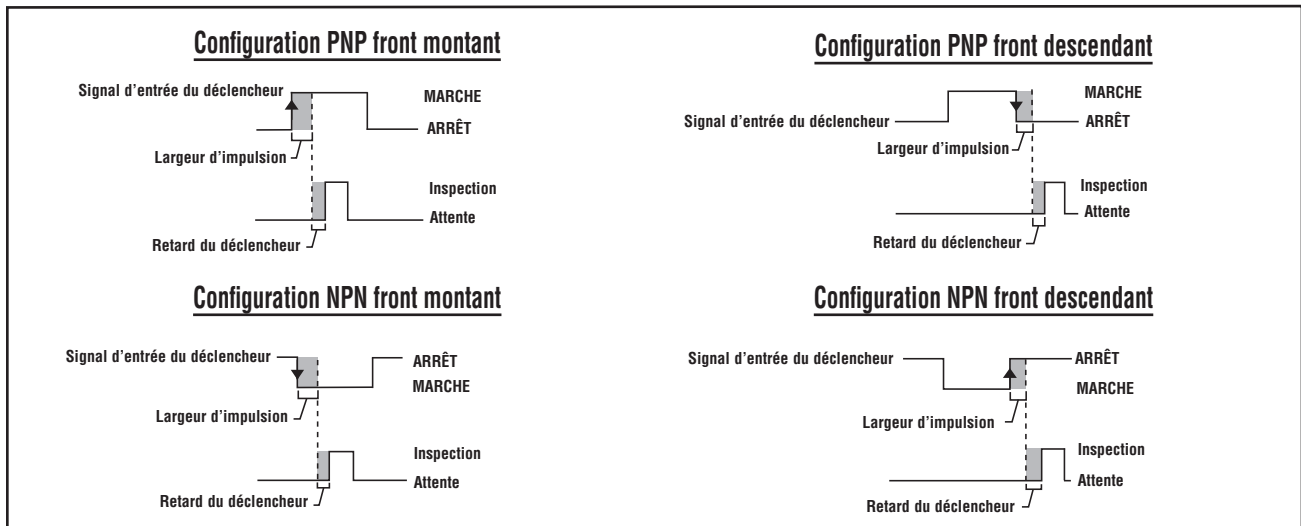

Figure 3-4. Début et fin PNP et NPN des entrées du déclencheur
- Le détecteur peut être configuré pour répondre au début ou à la fin de l'impulsion de déclenchement (voir la Figure 3-4).